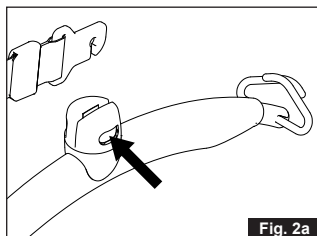

Fig. 2a
1. Trykk på og hold inne den gule knappen mens løftestroppens krok er satt inn i åpningen av toppdekselet på løftebøylen (fig. 2a – 2b).